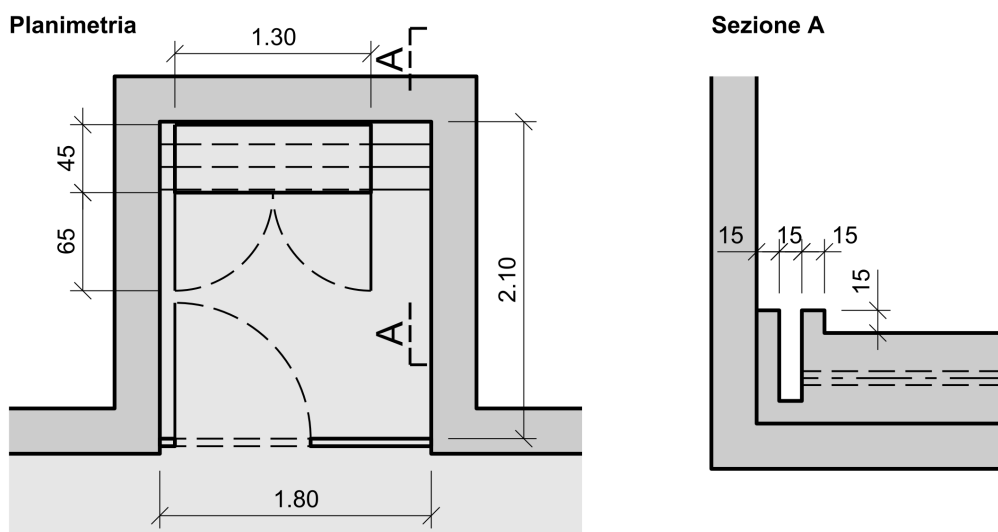

Figura 2: Dimensioni della nicchia SOS e dell'armadio d'allarme
- La colonnina SOS include un telefono d'emergenza e un armadietto con due estintori. In mancanza di indicazioni più precise, la colonnina SOS dovrà avere le dimensioni riportate nella Figura 2.
- Le dimensioni della nicchia SOS sono riportate nella Figura 2
- Per sorreggere la colonnina SOS prevedere un basamento di fondazione con una canaletta alla quale sono raccordati i tubi vuoti (Figura 2). La parte del basamento non coperta dalla colonnina SOS può essere rivestita con lamiera striata resistente alla corrosione.